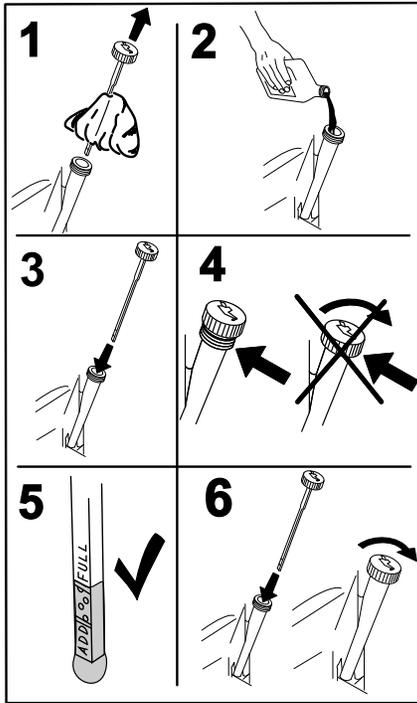

Figure 51
4. Versez lentement environ 80 % de l'huile spécifiée dans le tube de remplissage, puis faites l'appoint lentement jusqu'à ce que le niveau atteigne le repère maximum (**Full**) (Figure 51).